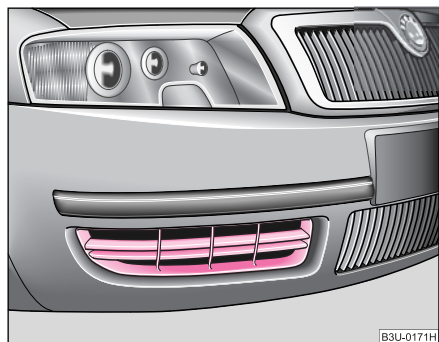

Fig. 186 Bara de protecție față: Grilajul de protecție al inelului de tractare
- Scoateți cu atenție grilajul ♥ fig. 186 din partea dreaptă a barei de protecție. ■